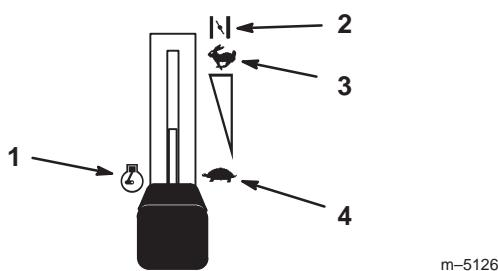

Figure 7
- Placez la manette d'accélérateur en position Starter (Fig. 7) pour démarrer à froid.
- Lorsque le moteur a démarré, placez la manette d'accélérateur à mi-course, entre les positions de Régime maximum et de Ralenti, (Fig. 7). Laissez chauffer le moteur pendant 3 à 5 minutes avant de mettre la manette d'accélérateur en position de Régime maximum.
- Placez la manette d'accélérateur en position de Ralenti (Fig. 7).